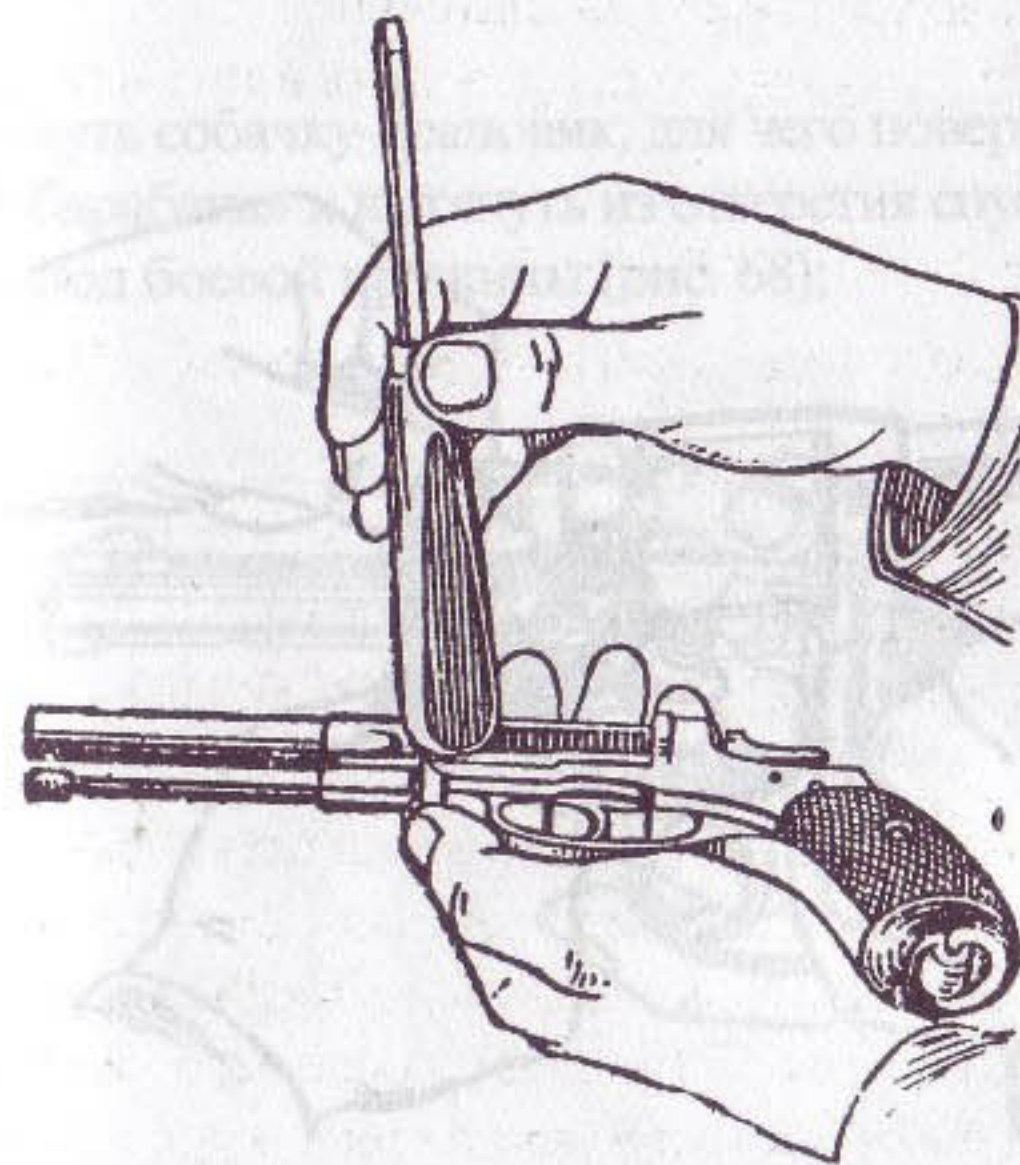

Рис. 64. Как отделить боковую крышку
- ◆ отделить боковую крышку, для чего положить револьвер на ладонь левой руки левой стороной кверху и ударить рукояткой отвертки по левой стороне рамки револьвера у того места, где проставлен номер оружия (рис. 64). После чего крышка сама отходит в сторону и отделяется;